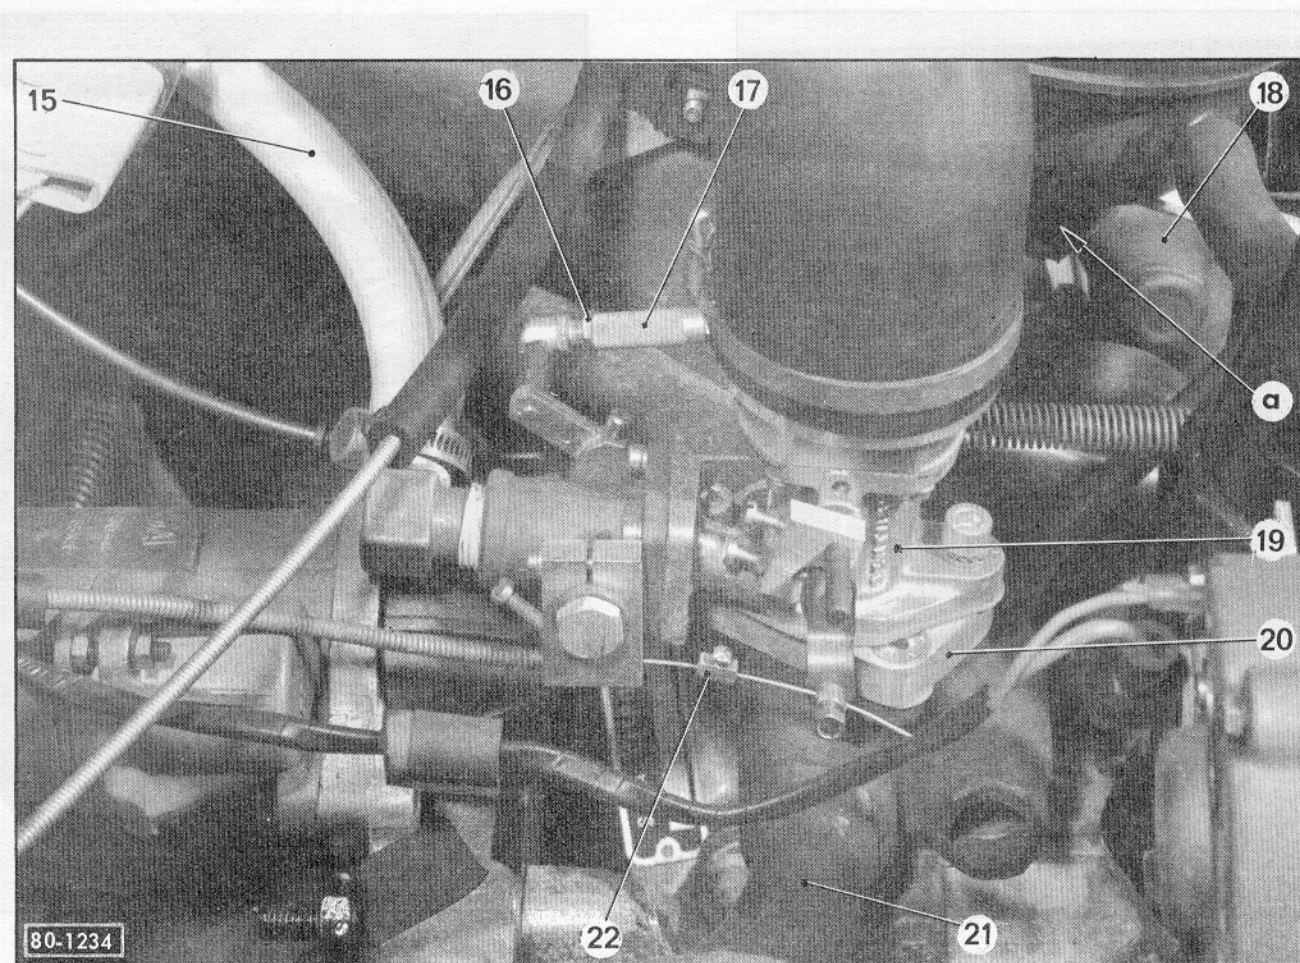

Fig. 5
- Un carburateur spécial (19 : Fig.5).
- Des tubulures d'admission (21) et d'échappement (18) spécifiques (Fig.5).
Carburateur (Fig.5) :
Tubulures (Fig.5) :
ENTRETIEN**Réglage du ralenti (Fig.5) :**
Réglage de la commande de starter (Fig.5) :
Tube caoutchouc entre vaporiseur et boisseau (15 : fig.5) :